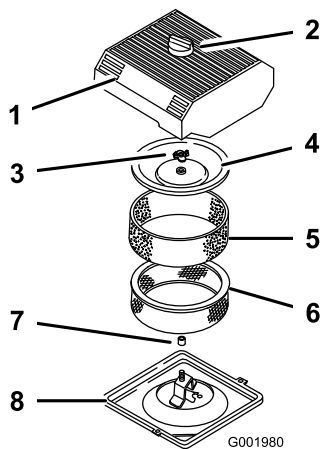

Figura 47
3. Limpie alrededor del limpiador de aire de forma que la suciedad no penetre en el motor y cause daños (Figura 47).
- Afije el pomo de la tapa del limpiador de aire y retire la tapa (Figura 47).
- Deslice cuidadosamente el filtro de gomaespuma para separarlo del filtro de papel (Figura 47).
- Desenrosque la tuerca de la tapa y retire la tapa y el filtro de papel (Figura 47).
- Deslice cuidadosamente el filtro de gomaespuma sobre el filtro de papel (Figura 47).
- Coloque la tuerca de la tapa con la presión de los dedos solamente contra la tapa (Figura 47).
- Instale la tapa del limpiador de aire y el pomo (Figura 47).